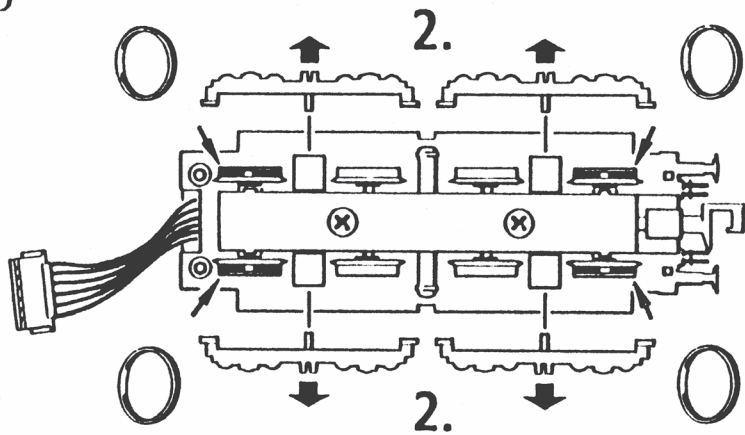

Fig. 7
2. Schmierung: Versehen Sie die im Schmierplan in Fig. 4 gekennzeichneten Stellen mit nur **kleinen Öltropfen**. Dazu zuerst das Lok- bzw Tendergehäuse abnehmen (Fig. 7, Fig. 5). Wir empfehlen den **ROCO Öler Art.-Nr. 10906**. Fürs Schmieren der Getriebeteile (Zahnräder, Schnecke) empfehlen wir das **ROCO-Spezialfett Art.-Nr. 10905**. Im Falle der Schmierung diese Teile **nicht ölen**.
2. Lubrication: Apply **tiny oil drops** to spots marked in fig. 4. Prior to lubrication dismantle the loco body or the tender body (fig. 7, fig. 5). We recommend using item no. **10906, ROCO oiler**. For lubrication the gearparts (e.g. cogwheels, worm) we would recommend our ROCO **special grease** (item no. **10905**).
2. Graissage: N'appliquez **qu'une tout petite goutte** aux endroits indiqués par le plan de graissage (fig. 4) après avoir démonté la caisse du locomotive/tender (fig. 7, fig. 5). Nous vous recommandons **le graisseur à huile ROCO réf. 10906**. Pour graisser les engrenages (roues dentées, vis sans fin) nous vous conseillons la **graisse spéciale ROCO réf. 10905** pour engrenages en matières synthétiques. Lorsque vous utilisez cette graisse il faut éviter d'huiler ces composants.
see } Fig. 7